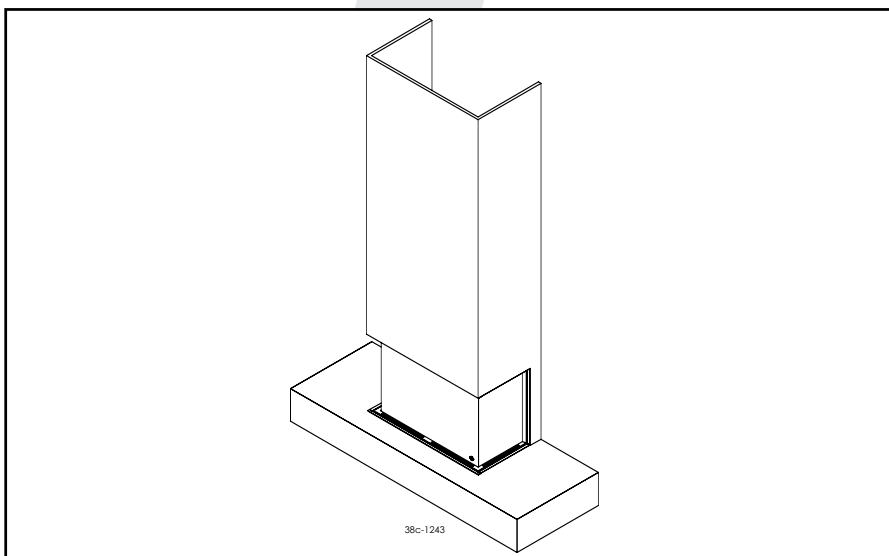

fig. 6
- Build a mantle around the appliance, see figure 6.
- Errichten Sie eine Verkleidung um das Gerät (Abb. 6).
- Construisez une hotte de cheminée autour de l'appareil, voir figure 6.